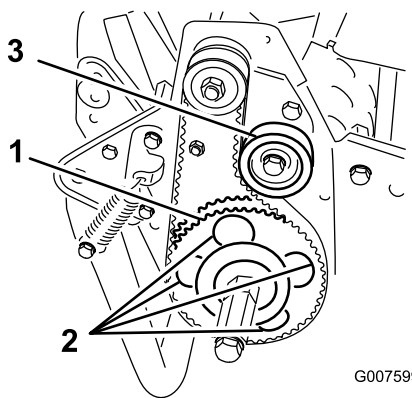

图46
- 7. 旋转从动皮带轮直至孔与轮鼓轴承的4个凸缘螺丝对齐图46。
11. 调节皮带张紧度拧紧总轮皮带轮安装螺丝图46。